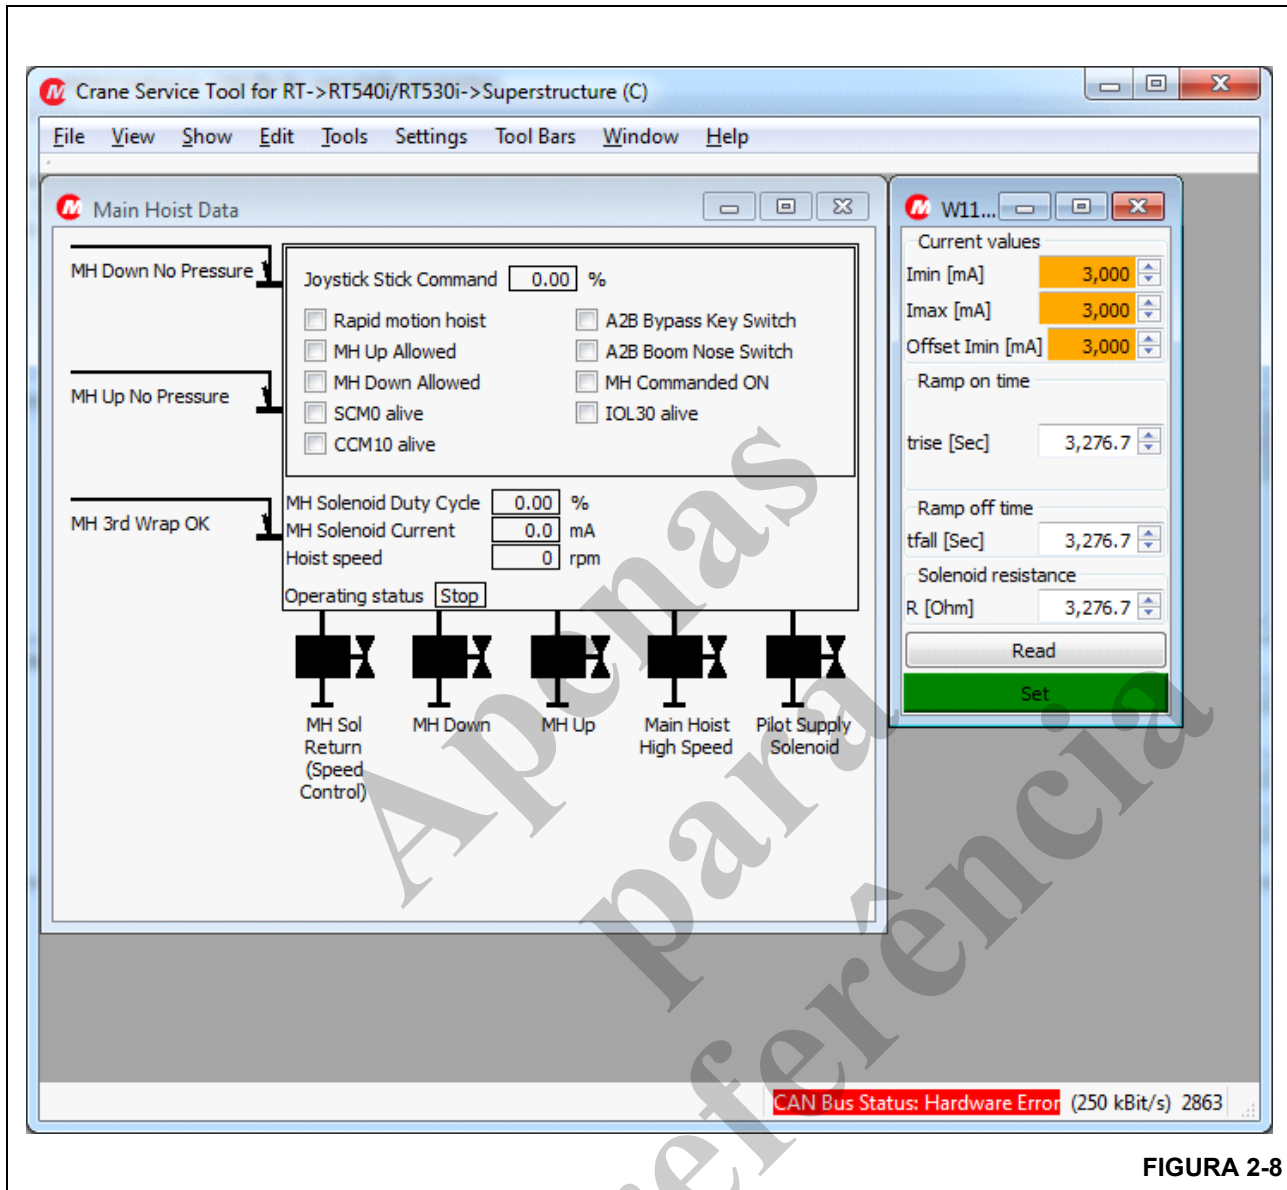

FIGURA 2-8
1. Conecte o laptop no conector de diagnóstico da cabine e certifique-se de que CAN C está selecionado (posição 3 no botão seletor de CAN) (Figura 2-8).
- mente localizado na parte inferior esquerda da janela. É exibido um exemplo para o guincho principal (Figura 2-8).